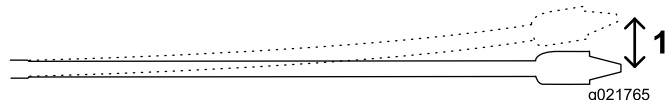

Рисунок 51
Трубы длиной 3 м (10 футов), используемые в данной машине, можно изгибать с наклоном 8% по всей длине трубы; это равно отклонению от прямого пути, составляющему не более 20 см (8 дюймов) (Рисунок 51).
- Вы вставляете первые 3 м (10 футов) бурильной трубы с долотом в землю без изгиба. Конеч бурового долота будет на глубине 76 см (30 дюймов) (Рисунок 51).